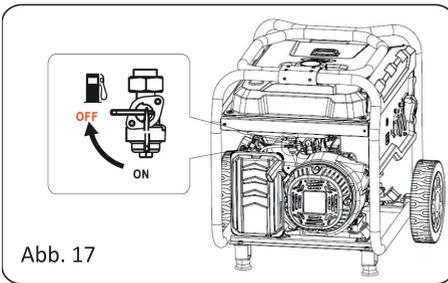

Abb. 17
- Stellen Sie den Kraftstoffhahn auf die Position Off (geschlossen). (Siehe Abb. 17).